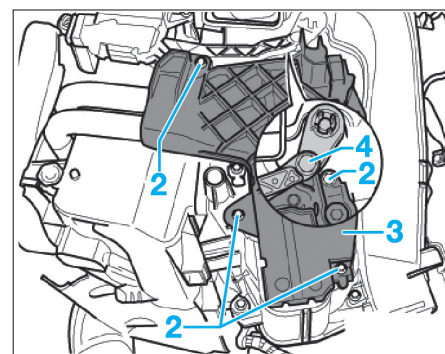

Fig. 20
- Dévisser les 4 vis (2) et retirer le cache (3) (Fig.20).